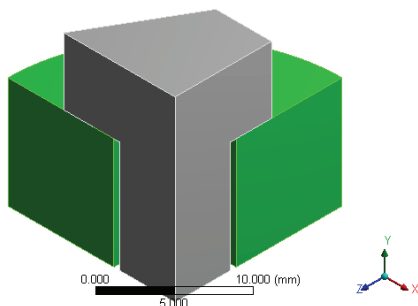

图 8-19 零部件 BASE
3) 选择 Mechanical 界面左侧 Outline 树结构图中 Geometry 选项下的第 2 个 Solid, 单击右键, 选择 Rename, 将其更名为 BASE。该零件对应如图 8-19 中高亮零部件。